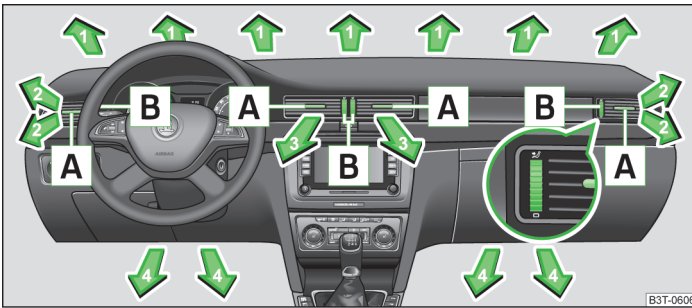
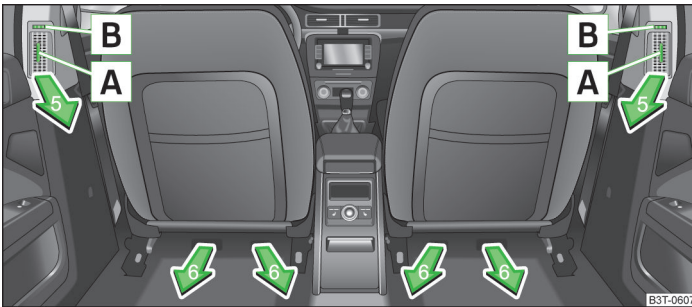

Abb. 107 Luftaustrittsdüsen vorn
Abb. 108 Luftaustrittsdüsen hinten
Bei den Luftaustrittsdüsen **2, 3** » Abb. 107 und **5** » Abb. 108 kann die Luftstromrichtung geändert und die Düsen können auch einzeln geschlossen und geöffnet werden.
- » Die waagerechten Lamellen mithilfe des verschiebbaren Verstellelements **A** » Abb. 107 bzw. » Abb. 108 nach oben oder unten schwenken, um die Höhe der Luftströmung zu ändern.
- » Die senkrechten Lamellen mithilfe des verschiebbaren Verstellelements **A** » Abb. 107 bzw. » Abb. 108 nach links oder rechts drehen, um die seitliche Richtung der Luftströmung zu ändern.
- » Das Rad **B** » Abb. 107 bzw. » Abb. 108 in die Stellung drehen.
- » Das Rad **B** » Abb. 107 bzw. » Abb. 108 in die Stellung **0** drehen.
Wir empfehlen Ihnen, die Luftaustrittsdüsen **3** » Abb. 107 auf Seite 99 in geöffneter Stellung zu belassen.